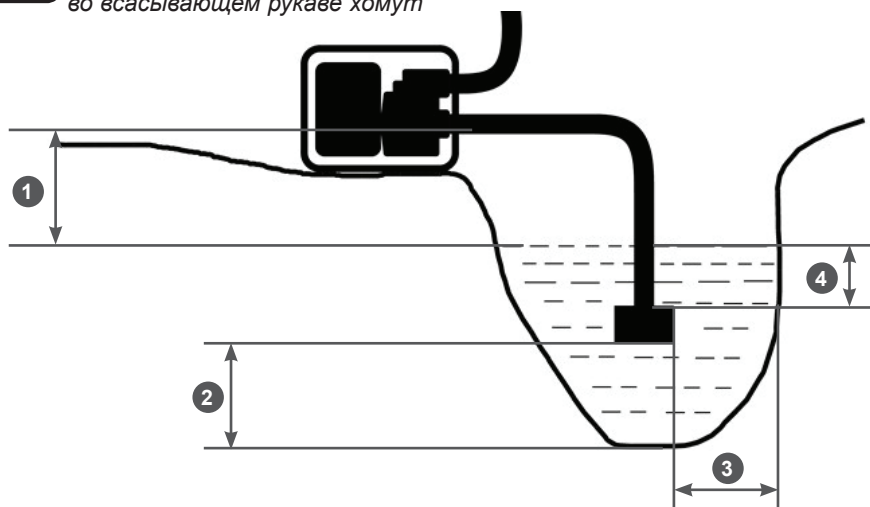

Рис. 12. Расположение мотопомпы и всасывающего фильтра
1. Установите мотопомпу вблизи водоема (емкости) на твердую ровную горизонтальную поверхность, опустите всасывающий рукав с установленным фильтром в водоем (емкость), обеспечив вертикальное положение фильтра. При расположении всасывающего рукава с установленным фильтром соблюдайте все требования, указанные на Рис. 12.
2. Необходимо установить мотопомпу как можно ближе к источнику воды. Чем меньше высота расположения мотопомпы по отношению к уровню забора воды (Рис. 12 п. 1), тем быстрее происходит всасывание воды и выше производительность насоса.
Не превышайте высоту расположения мотопомпы по отношению к уровню забора воды (Рис. 12 п. 1).
4. В процессе откачивания воды из водоема (емкости) уровень воды в водоеме будет естественным образом понижаться. Если требуемые расстояния (Рис. 12 п. 2, 3, 4) между всасывающим фильтром, стенками и дном водоема не соблюдаются, откачивание воды следует прекратить.